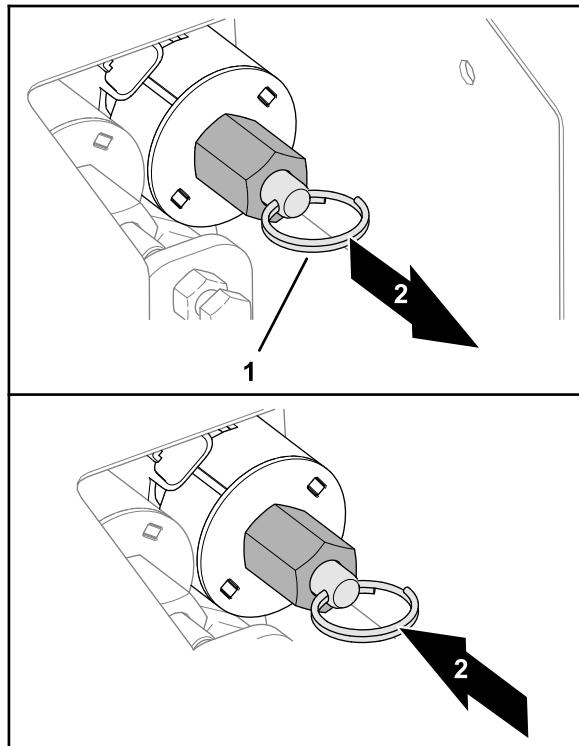

Figura 31
- Per abbassare la tramoggia (Figura 31), tirate l'anello sullo stelo della valvola.
- Per sollevare la tramoggia (Figura 31), spingete l'anello apribile sullo stelo della valvola.